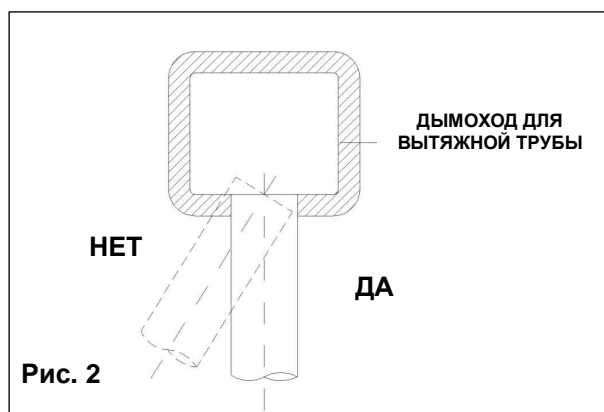

Рис. 2
- Трубу выпуска отработанных газов следует установить перпендикулярно противоположной стене дымового канала (рис. 2).